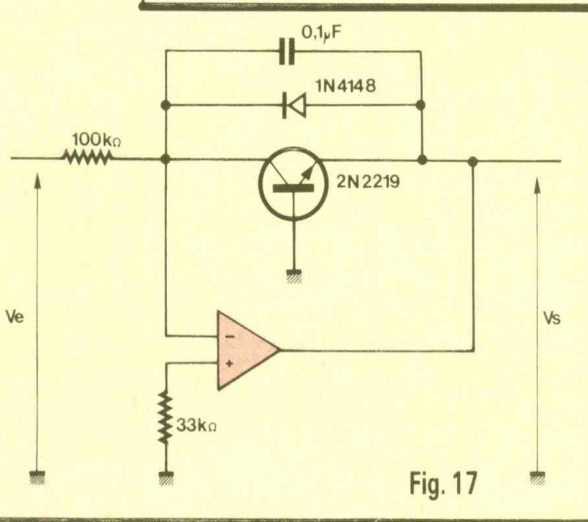

Fig. 17
**AMPLI LOGARITHMIQUE (fig. 17)**